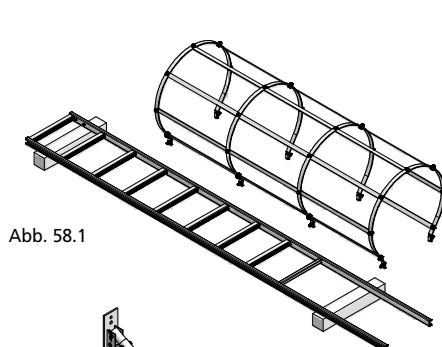

Abb. 58.1
1. Am oberen Ende der Leiter den Rückenschutz anschrauben (Abb. 58.1).